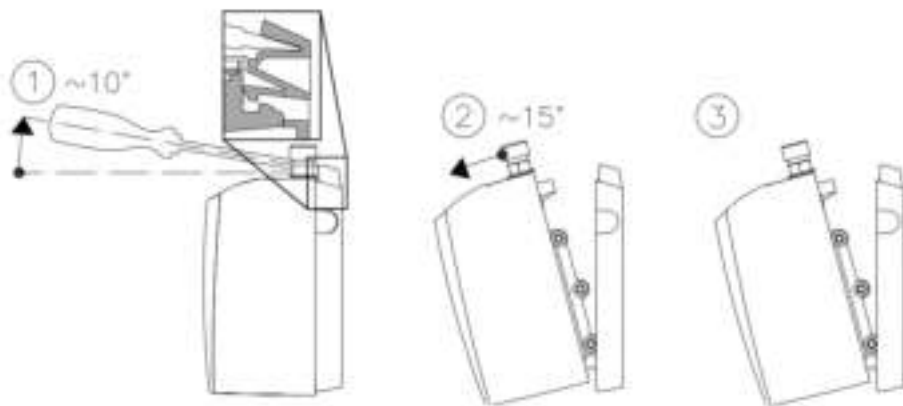

Рисунок 1. Отсоединение монтажной панели от ПЭВН
Отсоедините монтажную панель от корпуса водонагревателя, следуя инструкции на рис. 1. Для это вставьте отвертку с плоским наконечником в замок, расположенный между патрубками холодной и горячей воды до упора и слегка потяните вверх (1). Наклоните прибор вперед максимум на 15° (2) и отсоедините прибор, потянув его вверх. (3)